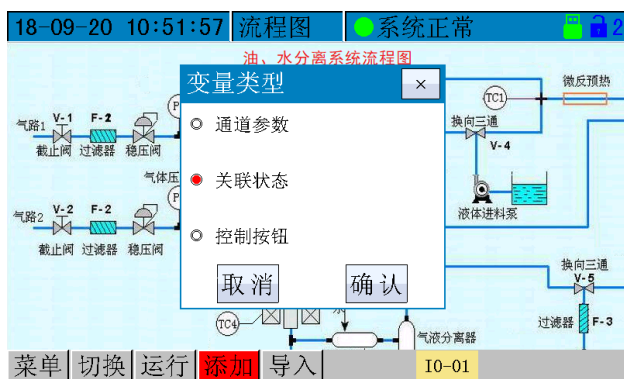
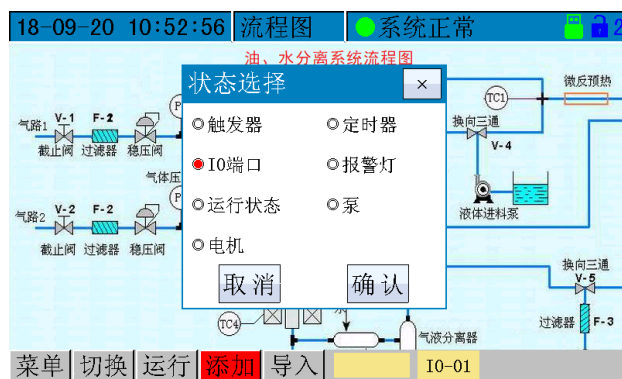

图 21
图 22
- (4) 点击“添加”按钮，选择“关联状态”（图 21）；弹出状态选择对话框，选择“IO 端口”（图 22）；